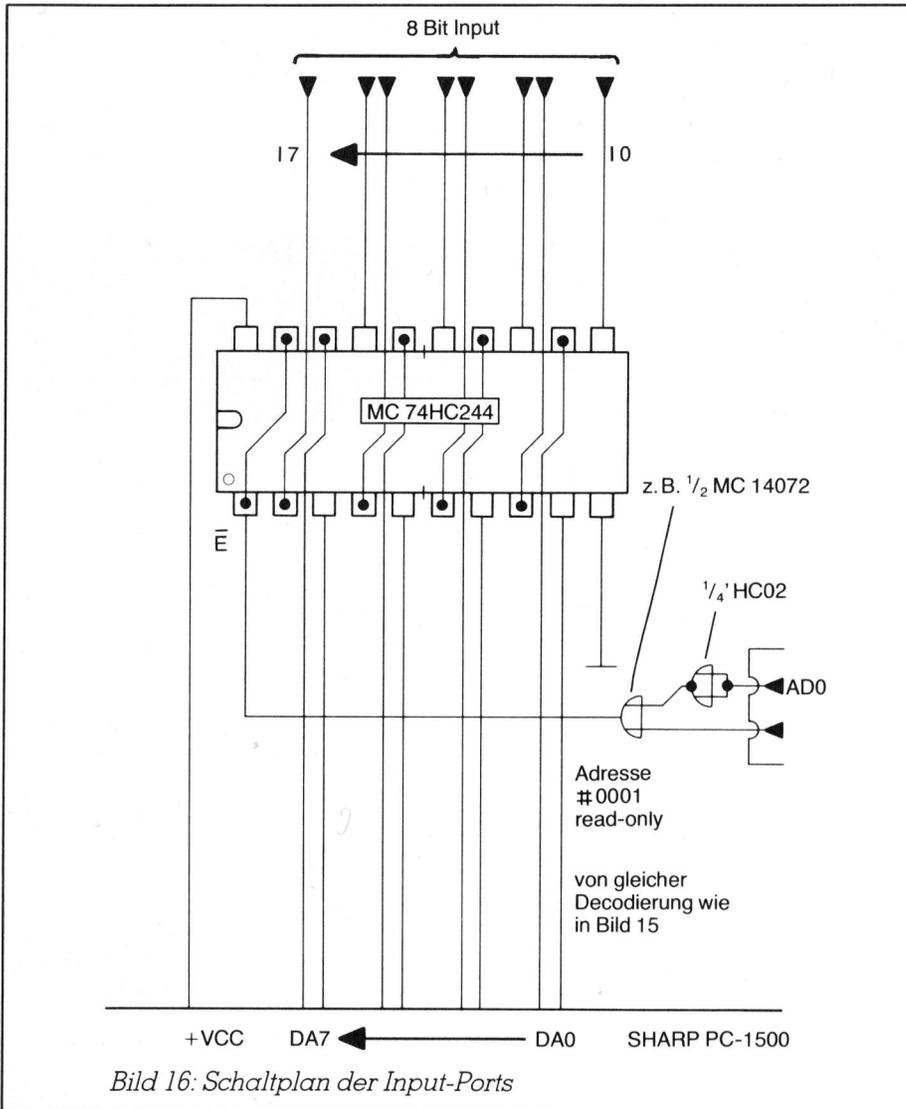

Bild 16: Schaltplan der Input-Ports
**Input-Port:** Ein Input-Port kann man mit einem 'HC244 aufbauen (Bild 16). Auf der Inputseite lassen sich verschiedenste Dinge anhängen, z.B. Sensoren für Wasserstandsanzeige, ein Interface für den Empfang von Daten oder ein Analog-Digital Wandler (ADC).